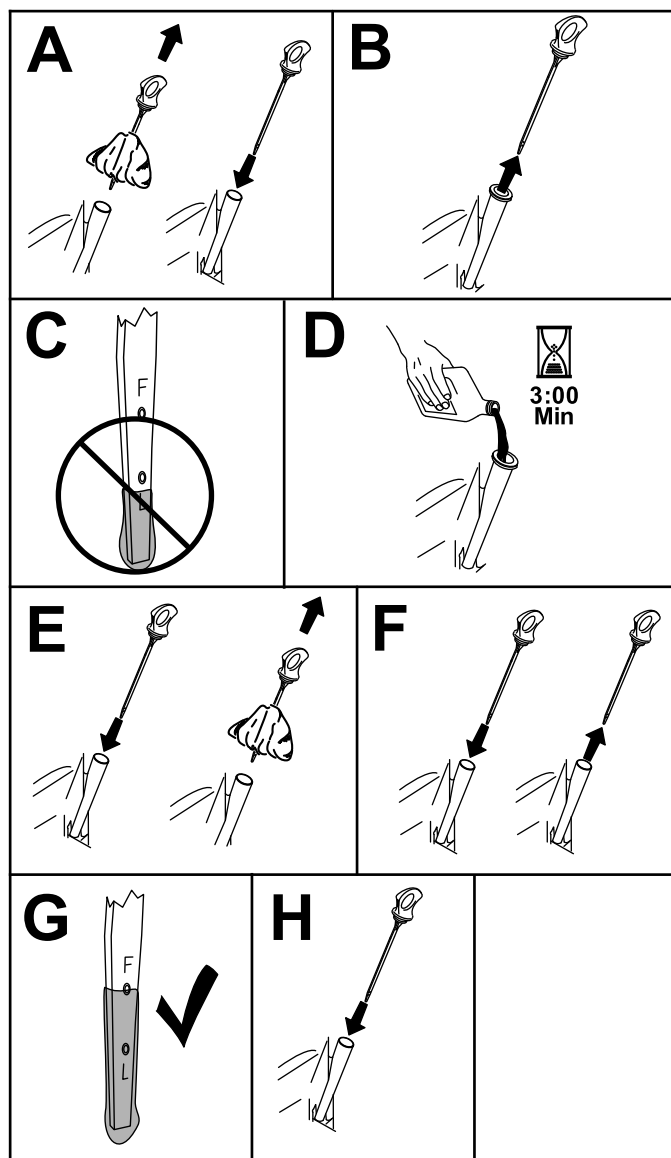

Рисунок 46
3. Чтобы не допустить попадание грязи, скошенной травы и т.п. в двигатель, очистите поверхность вокруг крышки маслозаливной горловины и масломерного щупа, прежде чем снимать их (Рисунок 46).